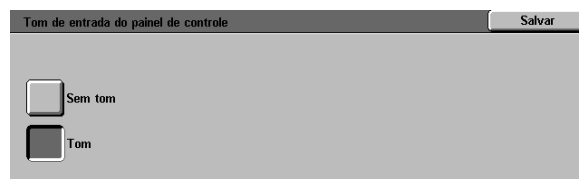

Figura 12: Tela Tom de entrada do painel de controle
- Para o Tom de entrada do painel de controle, toque em **Sem tom** ou **Tom**. Veja a Figura 12.